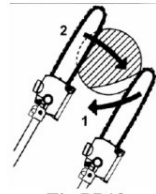

Fig.PP13
5.7.1- Coupe de Soulagement (Fig.PP13)